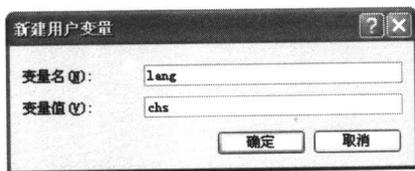

图 1-5 “新建用户变量”对话框
(3) 在“a 的用户变量”列表（列表名称根据系统用户身份的不同而有所差异）下方单击“新建”按钮，弹出“新建用户变量”对话框。在“变量名”文本框中输入 lang，在“变量值”文本框中输入 chs，如图 1-5 所示。